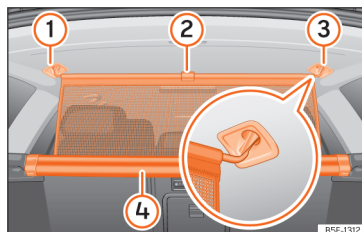

Fig. 190 Na bagageira: fixar a rede de separação.
- Puxe a aba para cima »» Fig. 190 ② para tirar a rede da carcaça ④.
- Prender a rede de separação do lado esquerdo ou direito ③ (imagem ampliada).
- Prender a rede de separação no alojamento do outro lado ① puxando a barra.